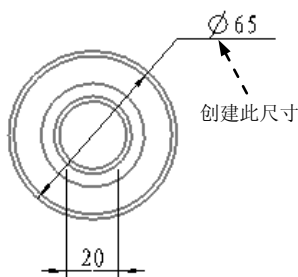

图 5.2.89 显示尺寸 (四)
Step9. 不退出 **ATTACH TYPE (依附类型)** 菜单, 在左视图中创建图 5.2.89 所示的尺寸, 标注对象为外径。